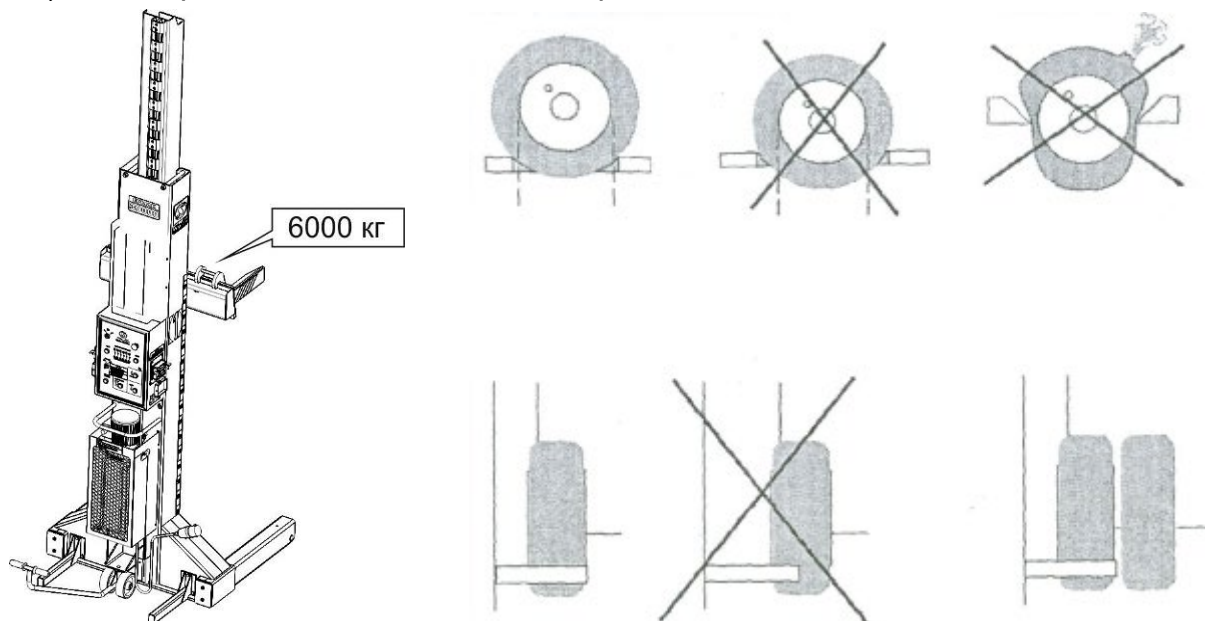

Рисунок 5.1 - Рекомендации безопасного захвата за колеса
5.5 Перед подъемом убедиться в правильности захвата автомобиля за колеса – рисунок 5.1.
7.2.3 Нажать и удерживать кнопку ВВЕРХ до момента, когда колеса автомобиля оторвутся от пола. Отпустить кнопку. Убедиться в правильном и устойчивом положении автомобиля (рисунок 5.1).